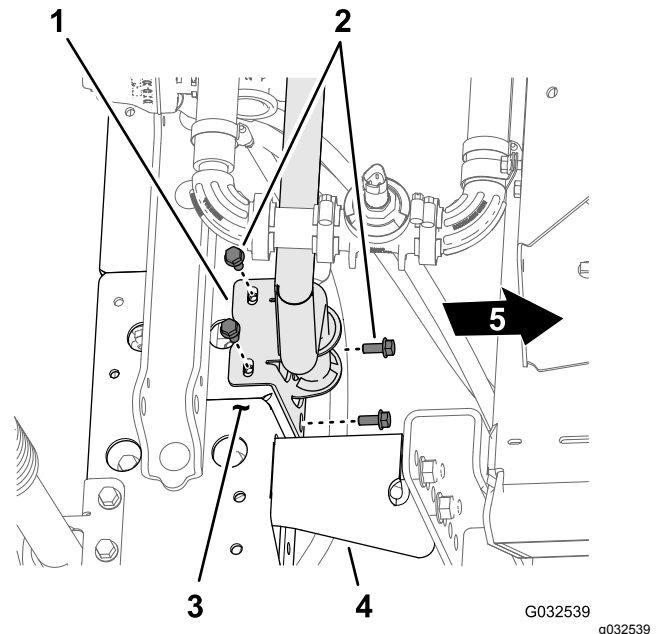
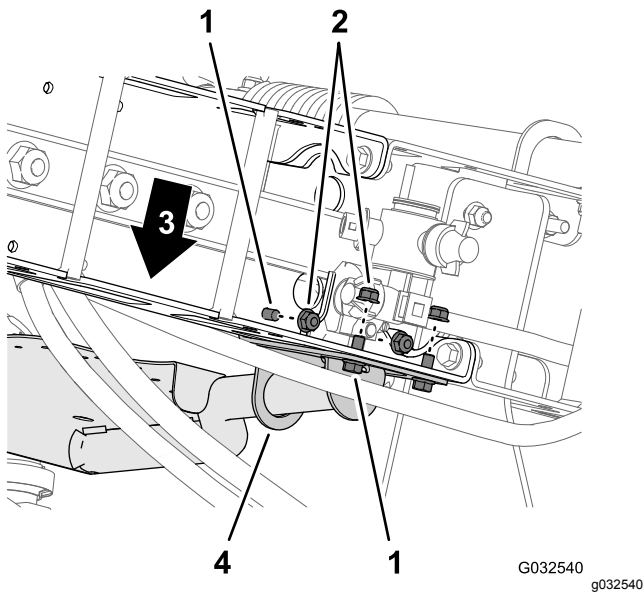

Bild 88
Bild 89
2. Fluchten Sie die Löcher in der Befestigungshalterung der Ventilbefestigung mit den Löchern im Trägerrahmen des mittleren Auslegerabschnitts aus (Bild 88).
3. Befestigen Sie die Ventilbefestigung mit vier Schrauben (5/16" x 3/4") und vier Sicherungsbundmuttern (5/16") am Trägerrahmen (Bild 88 und Bild 89).